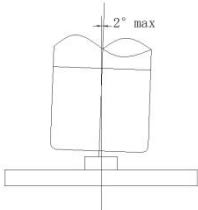

图 2
3) 建议打键操作过程中按压头与产品垂直倾斜角度不超过 2°，设计按压头时请注意，即使在满行程时，按压头也不能接触到盖膜和底座。如右图 2：